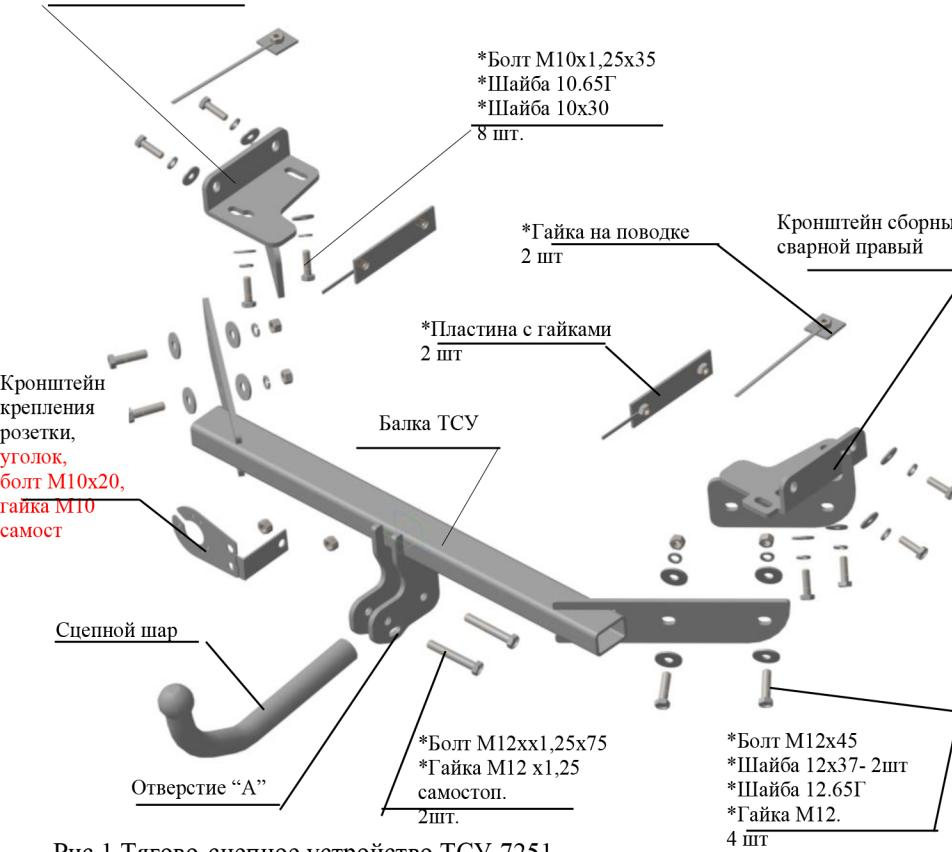

Рис.1 Тягово-сцепное устройство ТСУ 7251.
2.1 ТСУ 7251 в сборе (рис.1)	1 шт.
2.2. Пакет комплектующих (рис.1)
4.3 Закрепить сборный сварной левый кронштейн ТСУ к нижней и внешней полке лонжерона четырьмя болтами M10x1,25x35, используя гайки штатные вварные и подложив под головки болтов шайбы 10.65Г и шайбы 10x30 (соответственно рис.1). Крепеж не затягивать.
полках лонжеронов под болты M10x35 и для крепления кронштейнов к переднему отверстию в нижних полках лонжеронов - использовать гайки на поводке, к боковым полкам лонжеронов - пластины с гайками, к заднему отверстию в нижних полках – гайки M10 и болты M10x35 (на рис.1 не показано), подложив под головки болтов шайбы 10.65Г и шайбы 10x30 . Крепеж не затягивать.
4.4 Закрепить сборный сварной правый кронштейн ТСУ аналогично левому, соответственно рис.1. Крепеж не затягивать
4.5 Закрепить балку ТСУ к внешним сторонам сборных сварных кронштейнов за нижние отверстия болтами M12x45 и гайками M12 (соответственно рис.1), подложив под головки болтов шайбы 12x37, а под гайки - шайбы 12.65Г и шайбы 12x37. Крепеж не затягивать.